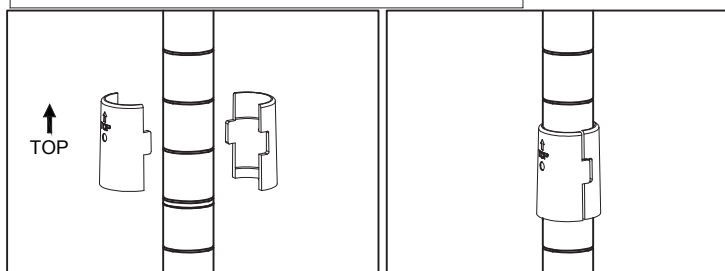

Figure 3
- Placez la tablette sur le côté et glissez chaque montant, comprenant les manchons coniques, au travers de la tablette jusqu'à ce que le tout soit bien ajusté. (Voir la Figure 3)